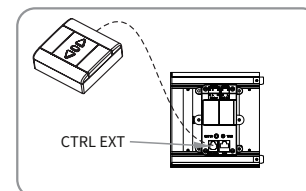

Figure 22
3. Interrupteur mural à contact sec basse tension (en option) (Figure 22)